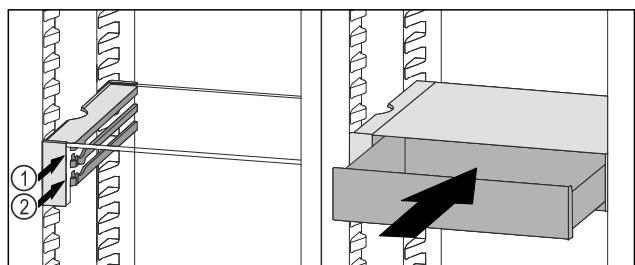

Fig. 63
- Predal VarioSafe namestite za zaustavljalnimi elementi na želeni nastavek Fig. 63 (1) ali Fig. 63 (2).